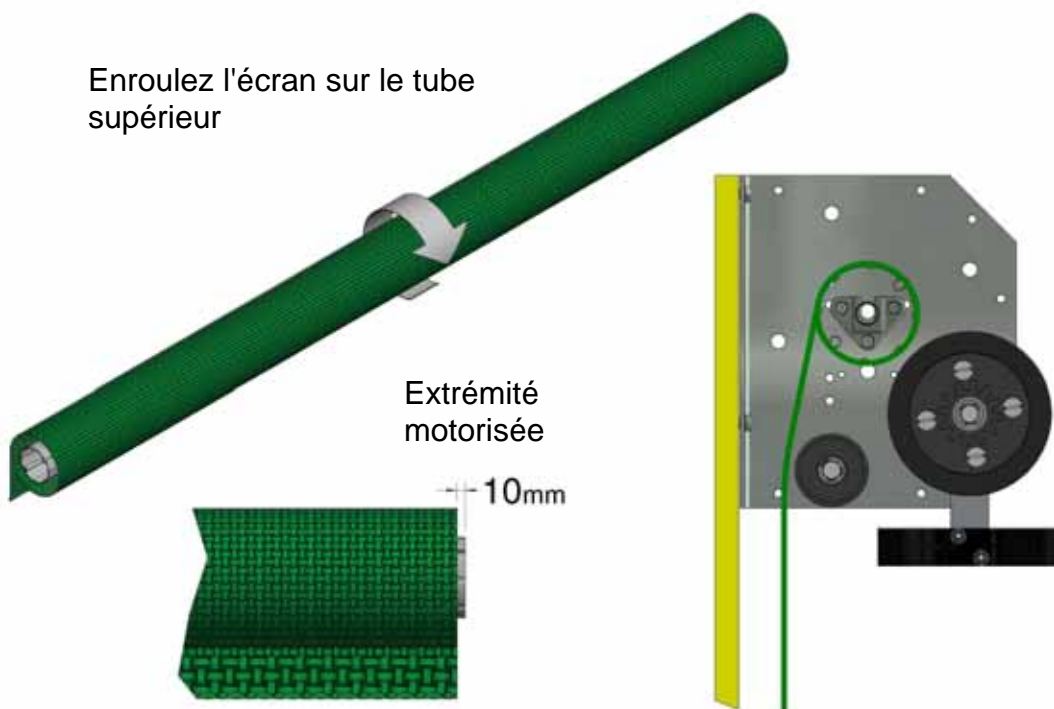

Figure 6a, tissu fixé au tube supérieur et enroulé
5. Enroulez les barres de renforcement et les panneaux de tissu sur le tube supérieur. Il est important que lorsque la porte est accrochée, le tissu passe par l'arrière du tube supérieur entre le tube et la surface du bâtiment (figure 6a).